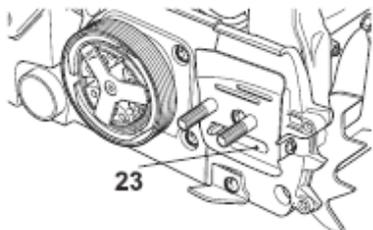

Fig. 47
2. Vérifier l'encrassement du goulot du réservoir d'huile et nettoyer si besoin pour assurer une lubrification suffisante du guide de chaîne et de la chaîne. Utiliser un fil métallique suffisamment petit pour être inséré dans le trou de graissage (Fig. 47).